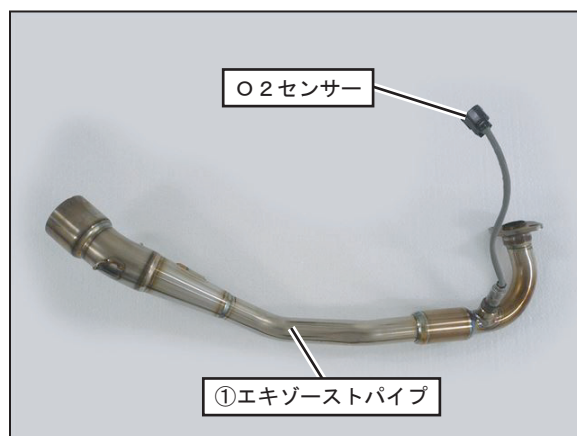

FIG. 5
5. 純正マフラーからO2センサーを取り外し、①エキゾーストパイプに取り付けて下さい。(FIG. 5 参照)